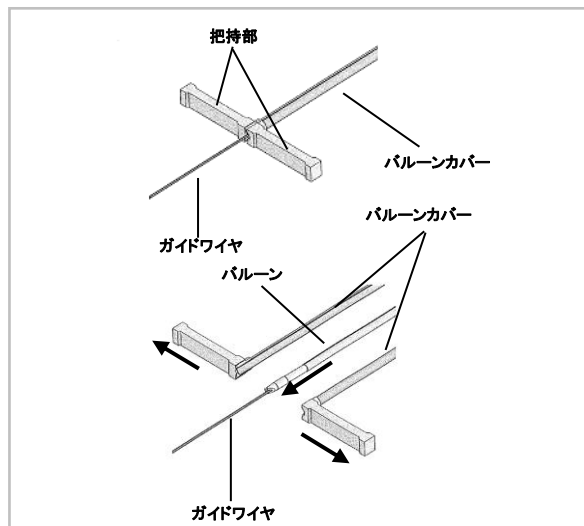
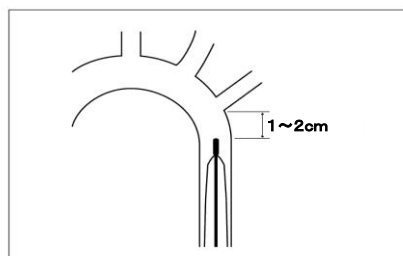

図 2. ピールオフバルーンカバー
図 3. バルーン先端位置
- (3) メスにて穿刺する大腿動脈付近の皮膚を小切開する。
- (4) 穿刺針を用いて、大腿動脈を穿刺する。
- (5) 穿刺針を若干引き戻しながら十分な動脈血のバックフローを認める位置で止める。
- (6) 穿刺針の外筒を残し、内筒針のみ抜去する。
- (7) 出血を手指で抑えながら、シース用ガイドワイヤを穿刺針の外筒に挿入する。
- (8) ガイドワイヤが血管内に十分な長さまで入ったところで、外筒を抜去する。
- (9) ガイドワイヤ手元側端部よりダイレータをセットしたシースを挿入し、体表に 2cm 程度残るまで血管内に進める。
- (10) シースのみを残し、ガイドワイヤとダイレータを抜去する。
- (11) バルーン用ガイドワイヤ(150cm)をシースに通す。
- (12) ガイドワイヤを胸部大動脈まで進める。IAB カテーテルのセントラルルーメン先端にガイドワイヤを挿入する。
- (13) IAB カテーテル体内挿入直前に、ピールオフバルーンカバーの先端把持部を持ち、ゆっくり裂きながら IAB カテーテルをシースに挿入する。(図 2 参照)
- (14) バルーン部がシースを通過したら、分岐部のルアーロックからガイドワイヤが出てくるまで、ガイドワイヤに沿って、IAB カテーテルを進める。カテーテルのキンクを防止するため、IAB カテーテル挿入が完了するまで IAB 挿入部から 2～3 cm 以内のところをつかみ短いストロークで挿入する。
- (15) X 線透視装置にてガイドワイヤ先端とバルーン先端を確認しながら、ガイドワイヤに沿って IAB カテーテルを進めバルーンの先端を大動脈弓部の直下に位置させる。(図 3 参照)
- (16) バルーン部が全てシースから出たことを以下の要領で確認する。カテーテルの深度マーカー（バルーンに一番近い巾広のマーカー、またはそれ以降のマーカー）がシース内に入っていること。
- (17) IAB カテーテルの位置を決めたら、ガイドワイヤを抜去する。
- (18) 三方活栓と血圧モニタリングラインをカテーテルのセントラルルーメン後端に接続する。血液を 3mL 吸引した後、IAB カテーテルのセントラルルーメンを 3~5mL の滅菌生理食塩水でフラッシュする。